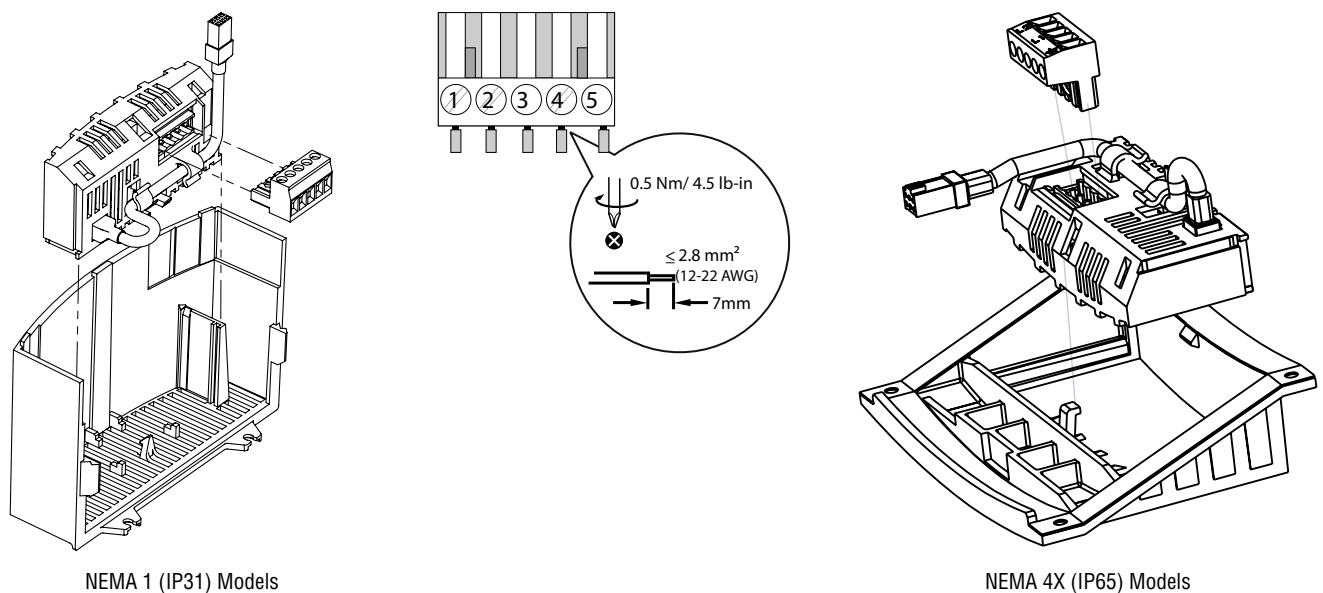

Figura 2: Installazione del modulo di comunicazione DeviceNet
2. Inserire il Modulo opzionale DeviceNet per SMV sulle guide del coperchio della morsettieria. Quando il modulo farà "clic" si sarà agganciato saldamente in posizione, come illustrato nella Figura 2.